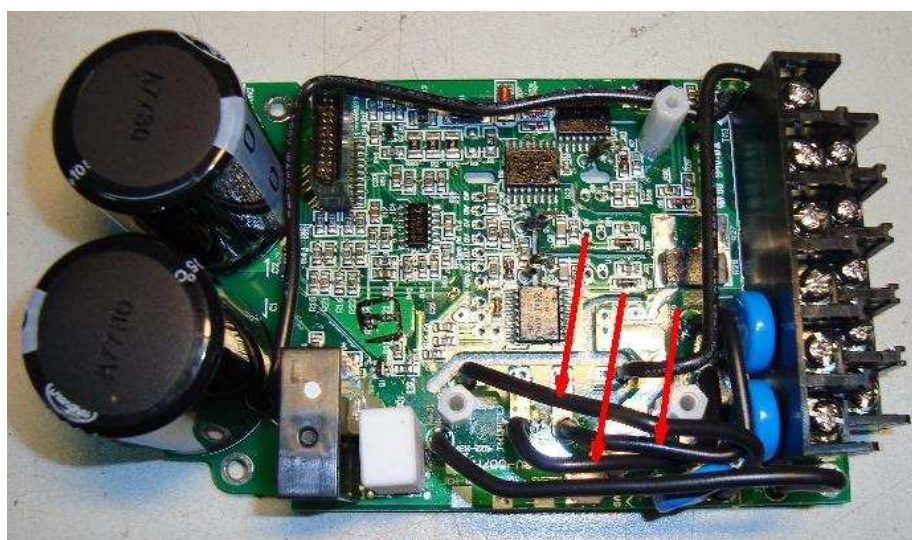

Рис. 7.5
7.3.2. Взять новую драйверную плату. На плате раскусить три перемычки, показанные красными стрелками на рис.7.5.